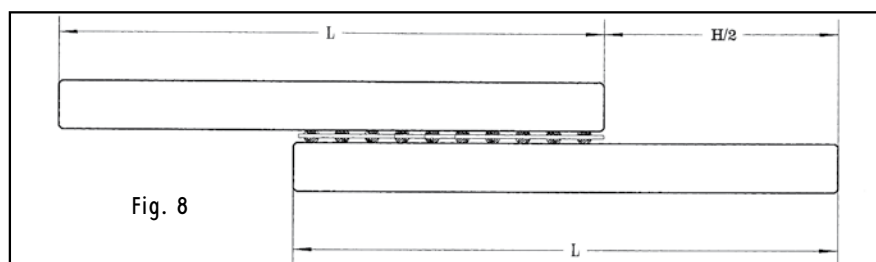

Fig. 8
- Se ne deduce che in una slitta formata da quattro guide di uguale lunghezza, per es. pari a 500 mm, la parte mobile potrà sporgere della metà della propria lunghezza (condizione limite) fig. 8.
Based on the above, in a system riding on four rails of equal length (500 mm) the moving portion could overhand  $\frac{1}{2}$  of its length (condition limit) Fig. 8.